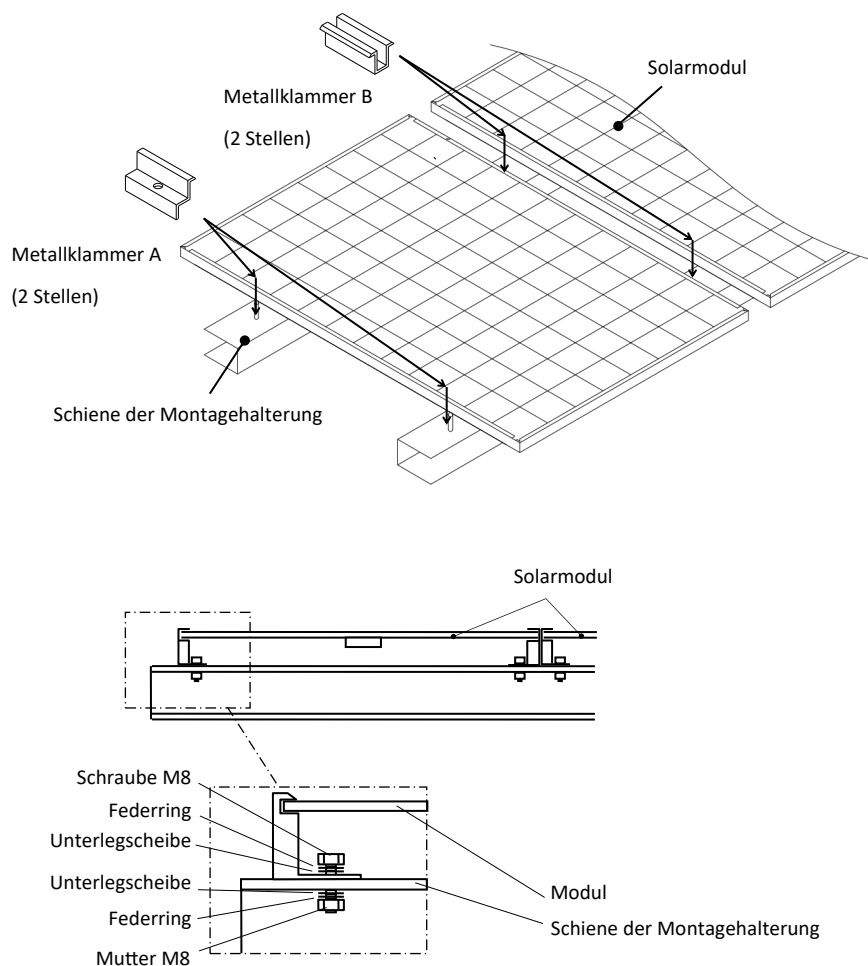

Abbildung 5. Installation der Module
Bei dieser Methode ist die in der Tabelle „Montagepositionen und Belastbarkeit“ in Abbildung 1 angegebene Maximalbelastung auf die Moduloberfläche in dem in Abbildung 5 gezeigten statischen Zustand zulässig.
- Die Module sollten wie in Abbildung 1 gezeigt und anhand der in Abbildung 5 gezeigten Installationsmethode an vier (4) Punkten befestigt werden.